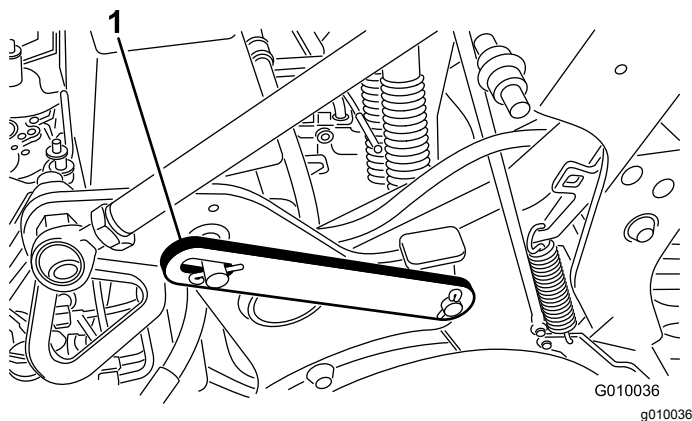

図 20
3. ラッチを収納位置に止めているクリップを外す 図 20。